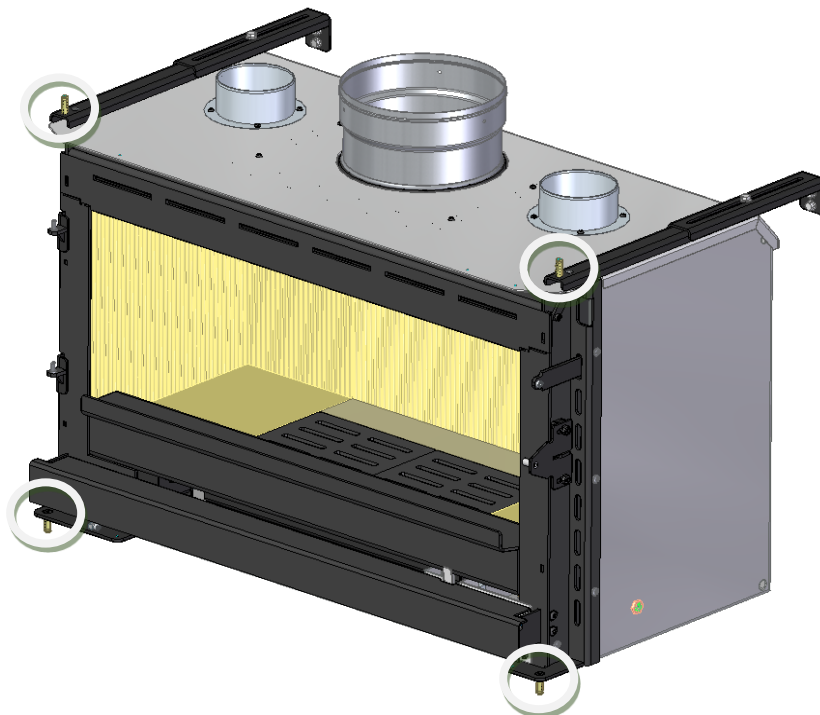

Figura 17 – Fixação do equipamento em alvenaria
15. Se pretender colocar o equipamento numa alvenaria, deverá utilizar as buchas de latão e os parafusos de cabeça de embeber que vão no kit de fixação do equipamento "PA1090G053". Deverá tirar as medições corretas para efetuar as furações na alvenaria e deverá fixar o equipamento nos seguintes locais como mostra a Figura 17.